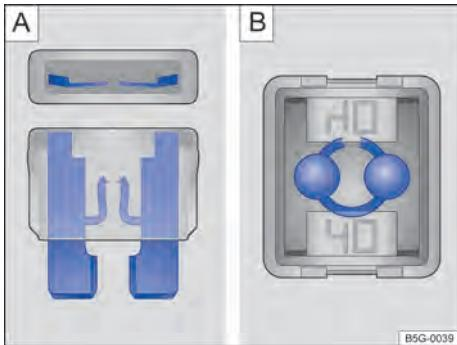

Fig. 181 Fusível queimado: A: fusível plano, B: fusível de bloqueio.
⇒ Fig. 181 A.
- Um *fusível de bloqueio (JCASE®)* queimado é reconhecido pelas faixas metálicas derretidas por cima da carcaça transparente ⇒ Fig. 181 B.